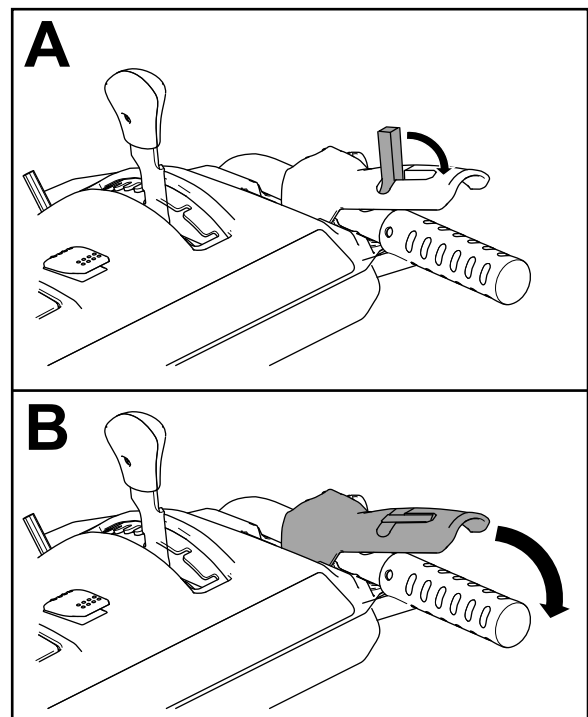

Bild 22
1. Um den Räumwerk-/Gebläseradantrieb wieder zu aktivieren, schieben Sie den Sperrschalter am Hebel zurück und drücken Sie den rechten Hebel (Räumwerk/Gebläserad) bis zum Handgriff (Bild 22).